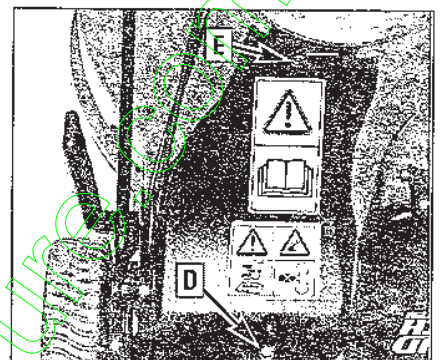

Figure 5-3: Le couvercle de la courroie recouvre également le compartiment batterie (modèle 34367).
1. Utilisez une clé 3/8" pour enlever les deux vis (D, E, Figure 5-3).
3. Serrez correctement les vis. Ne les serrez pas trop (D, E, Figure 5-3).